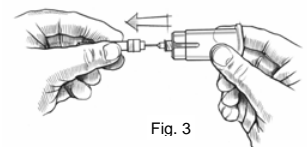

Fig. 3
- Stram stasebåndet igjen (maks 1 min.). Fjern beskyttelseshetten over kanylen (Fig. 3) og utfør venepunksjonen MED ARMEN RETTET NEDOVER OG KORKEN PÅ RØRET VENDT OPPOVER.